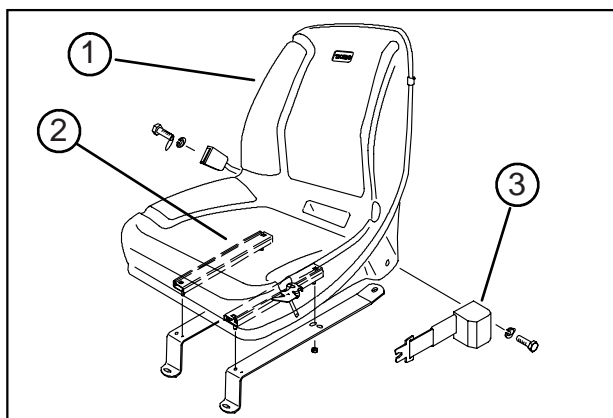

図 5
2. シート・ストラップをシート・アジャスタに取り付ける（図5：標準シートの場合にはフランジ・ナット4個を使用、デラックスシートの場合にはキャップスクリュ、平ワッシャ、フランジ・ナット各4個を使用、いずれもシート・キットの付属部品）。
3. 座席左右の穴に、それぞれシートベルトを取り付ける（図5：標準シートの場合にはボルト2本とロックワッシャを使用、デラックスシートの場合はボルト2本とロックナットを使用）。必要な金具はすべて座席に付属している。